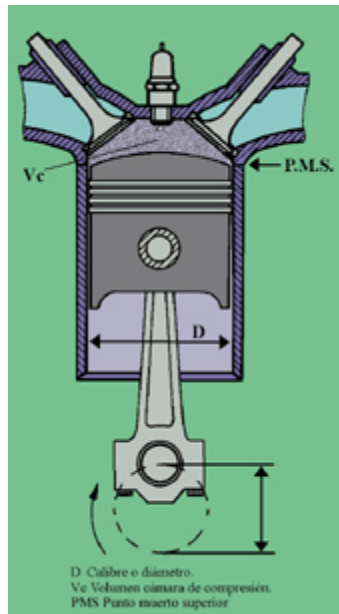

Fig. 29
- Calibre o diámetro (fig. 29)